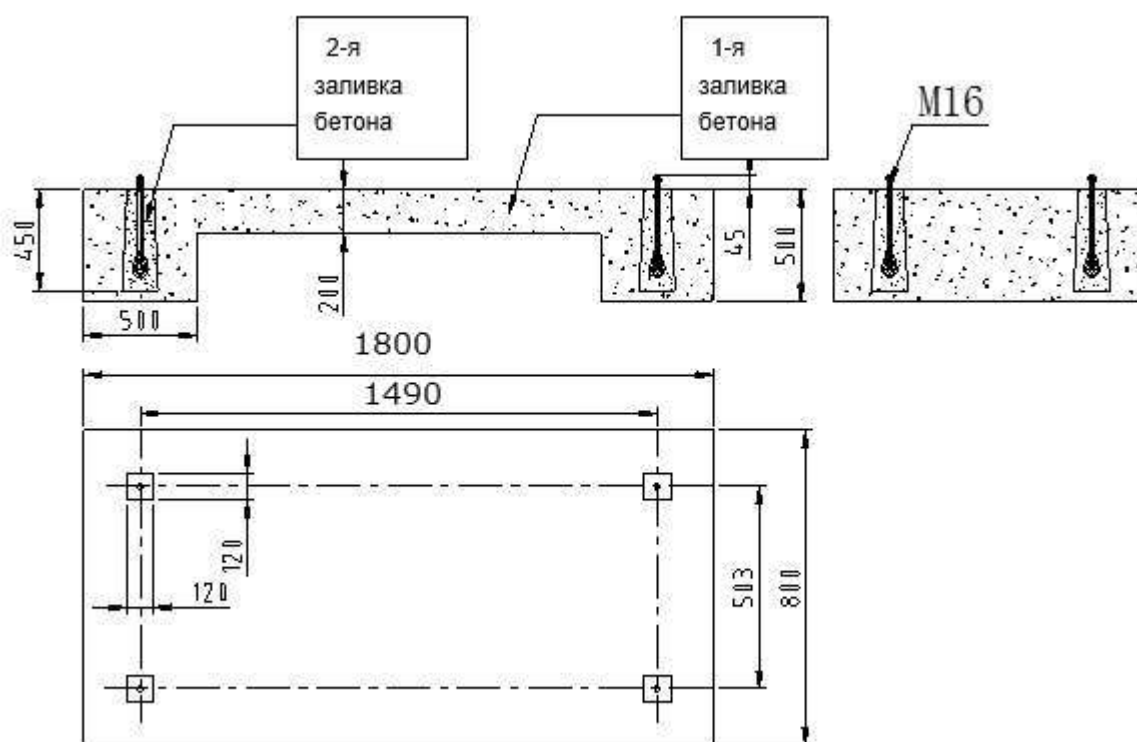

Рис. 2
2) Установка: Заливка фундамента под гильотину выполняется в два приема: сначала выполняется заливка общего фундамента, оставляя места для четырех отверстий под анкерные болты, затем устанавливаются анкерные болты и также заливаются бетонным раствором (Рис. 2). Глубина отверстий под анкерные болты должна быть не менее 500 мм. После установки станка необходимо выполнить выравнивание, допуск составляет 0,3/1000 мм по вертикали и горизонтали. После выравнивания затянуть анкерные болты.